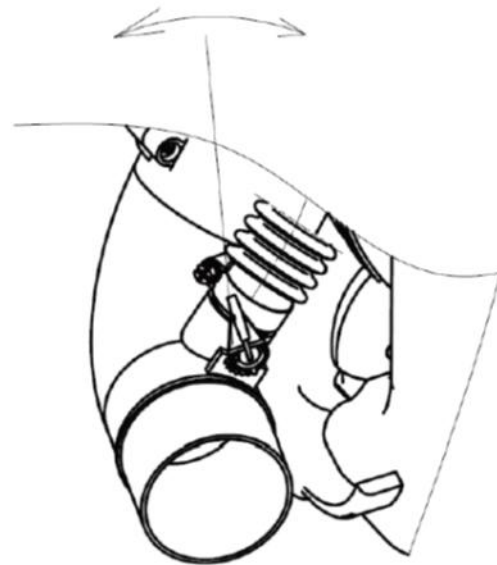

Fig. 10
(2)Pluhrimi. Rregulloni shkarkimin duke zhvendosur pozicionin e shufrës së pluhurit në tri vrimat e krahut të tundjes. Shih Fig.10.